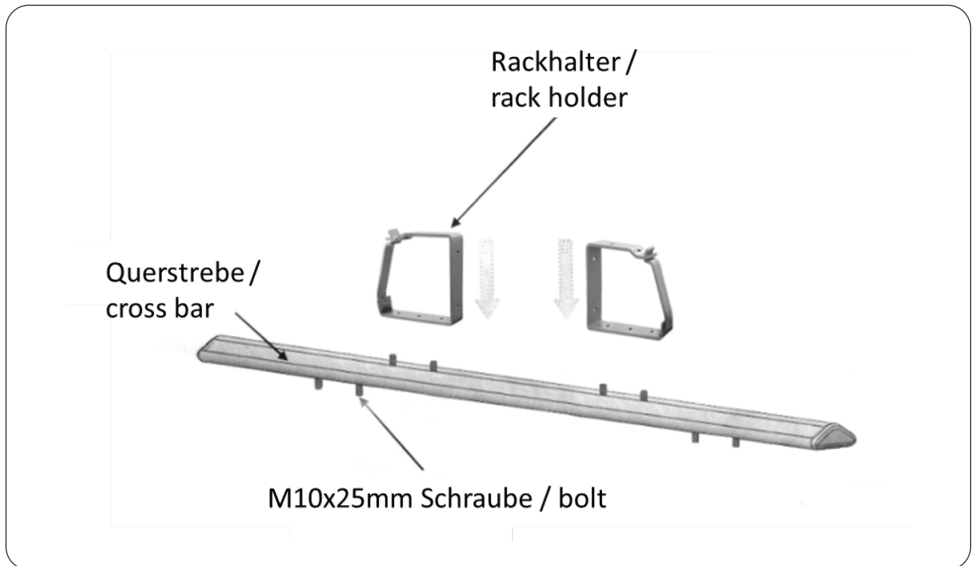

Abb. 1: Explosionsansicht 1 / exploded view 1
- 1.** Rackhalter (3) an der Querstrebe (11) montieren. Ziehe alles mit den M10x25mm Schrauben (5), den M10 Federringen (6) und den M10 Muttern (7) fest Abb.1.